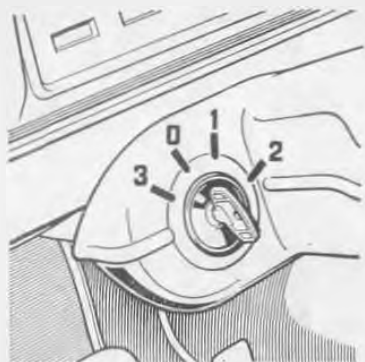
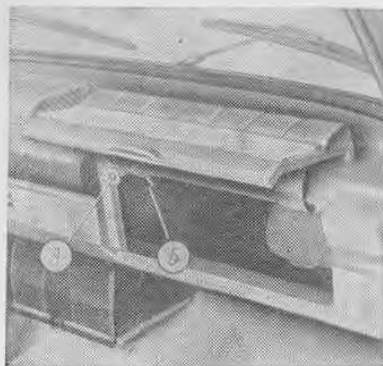

Рис. 1-7. Замок зажигания и положения его ключа
Рис. 1-12. Вещевой ящик:
Личинка стандартного замка зажигания (рис. 1-7) может быть установлена ключом в следующие четыре положения:
11. Крышка вещевого ящика 10 открывается вверх. При положении / ключа зажигания (см. рис. 1-7) внутренняя полость освещается лампой Б, включаемой автоматически при открывании крышки 10, воздействующей на выключатель А (рис. 1-12).